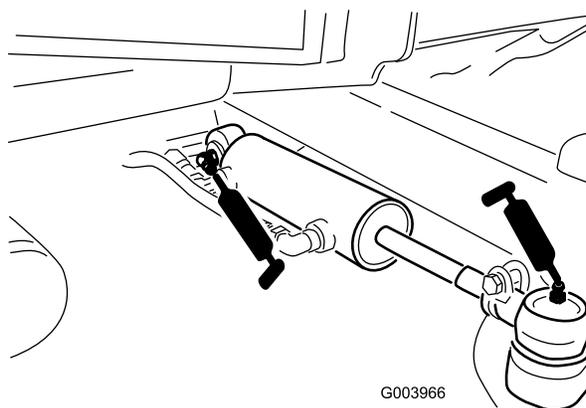

Figura 59
- Articulaciones esféricas del cilindro de dirección (2) (Figura 59)